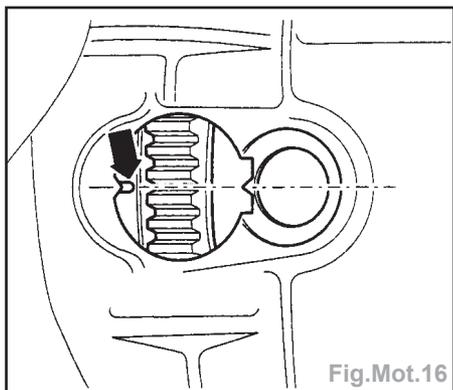

Fig.Mot.16
- Amener le vilebrequin au PMH du cylindre 1 (véhicules avec BV mécanique) (Fig.Mot.16).